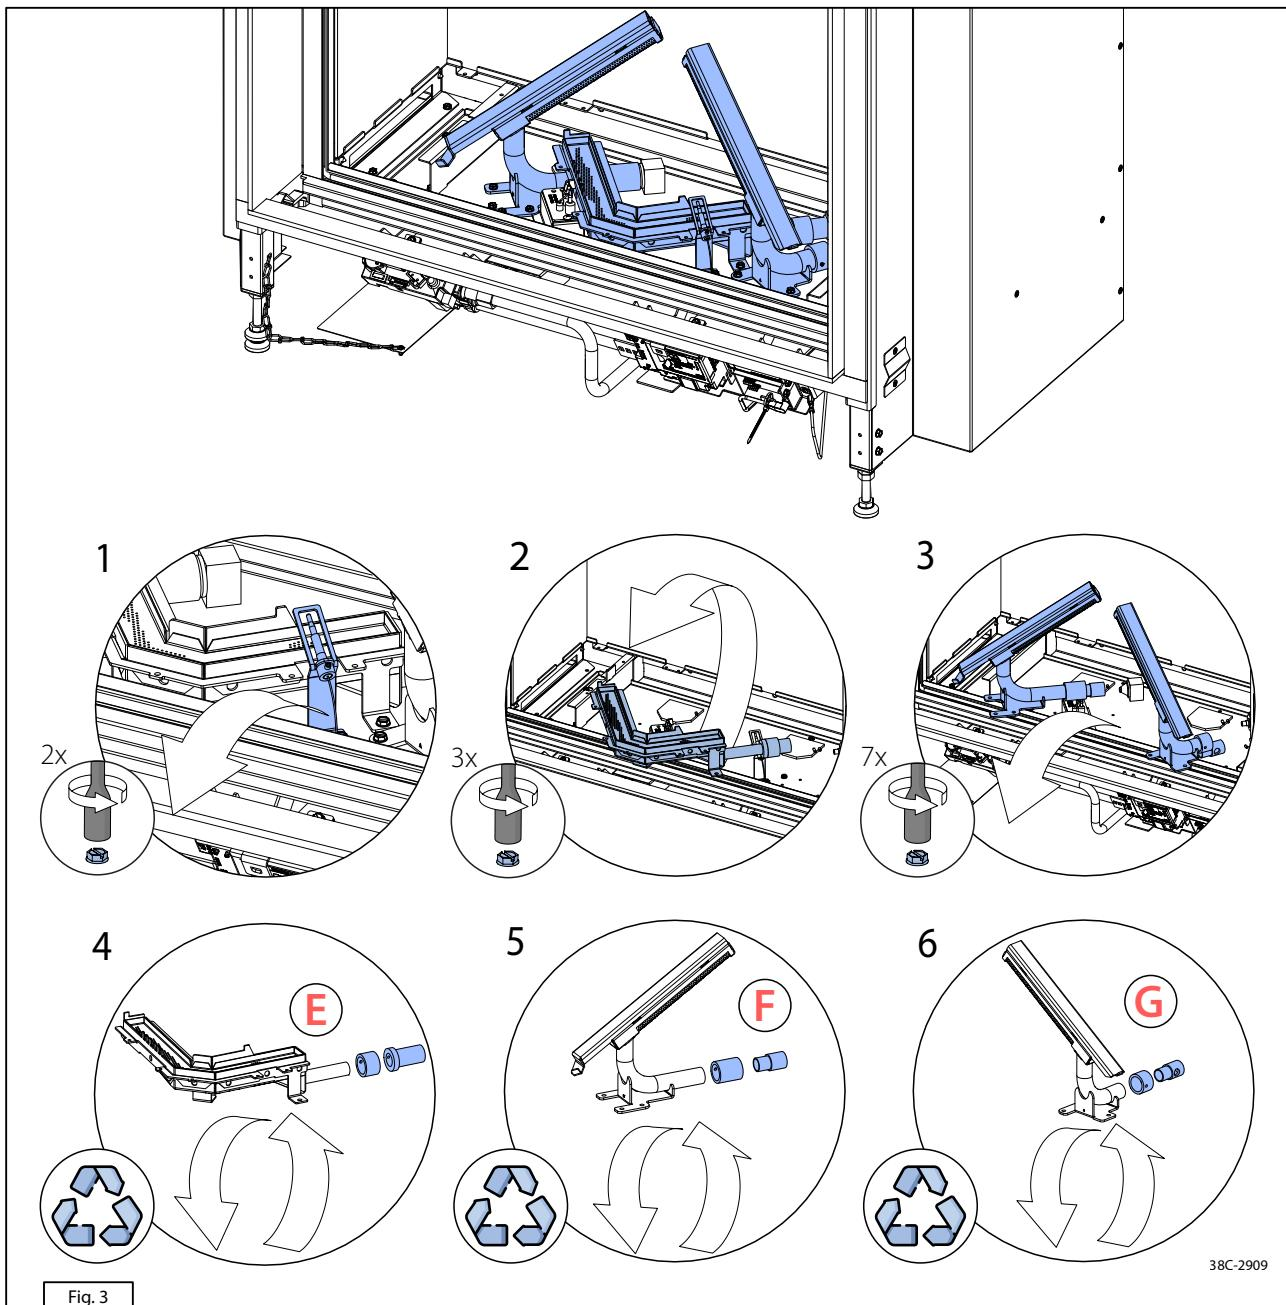

Fig. 3
Pour le démontage des brûleurs, procédez comme suit (voir la figure 3) :
- Suivez les étapes 1 à 3, section 1.3 (voir la figure 3), dans l'ordre inverse.